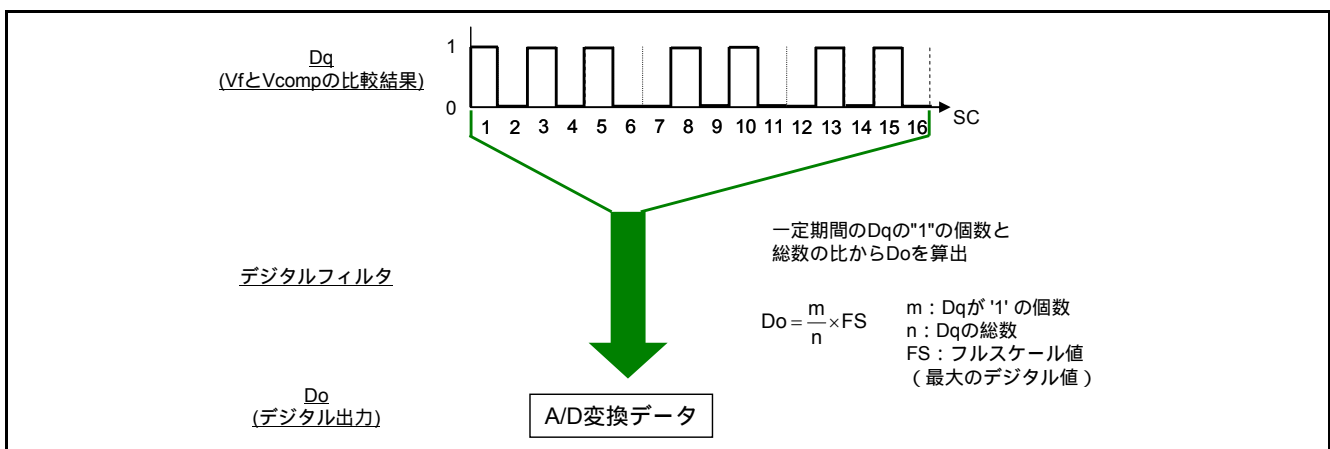

図 1.6 デジタルフィルタの処理
図 1.6にデシメーションフィルタの処理を示します。デシメーションフィルタはサンプリング周波数の 1 サイクル期間内にオーバーサンプリングで得た  $n$  個の  $D_q$  について演算を行います。この演算は、1 ビット  $\times$   $n$  個のデータストリームを平均化し、さらに A/D コンバータの最大デジタル値 (FS) を乗じることで A/D 変換結果  $D_o$  を決定します。デシメーションフィルタはこの結果をサンプリング周期で出力します。